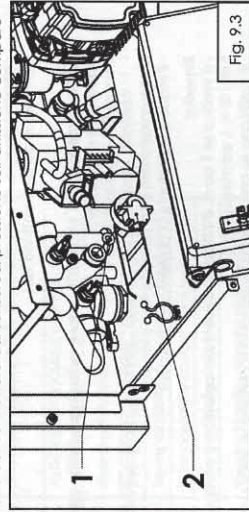

Fig. 9.3
La sostituzione del sensore di pressione (2) fig. 9.3